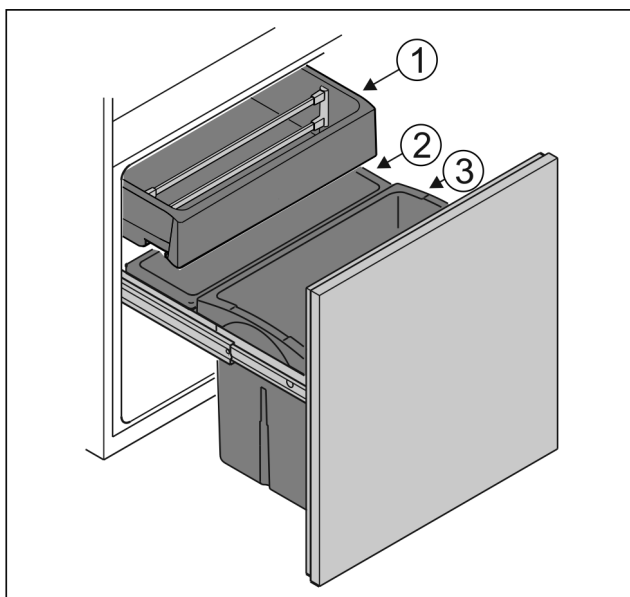

Fig. 6
- Beholder Fig. 6 (1): Lagre uinnpakke grønnsaker og sydlige frukter.
- Beholder Fig. 6 (2): Lagre uinnpakke, små frukt- og grønnsaksorter.
- Beholder Fig. 6 (3): Lagre enkeltflasker.